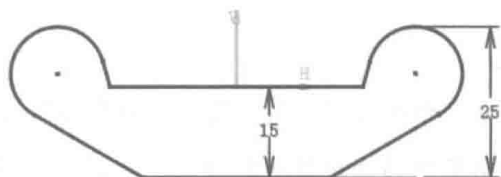

图 3.6 添加竖直约束
Step6. 添加图 3.6 所示的竖直约束。选择下拉菜单 **插入** → **约束** → **约束创建** → **约束** 命令；标注图中各竖直的尺寸。